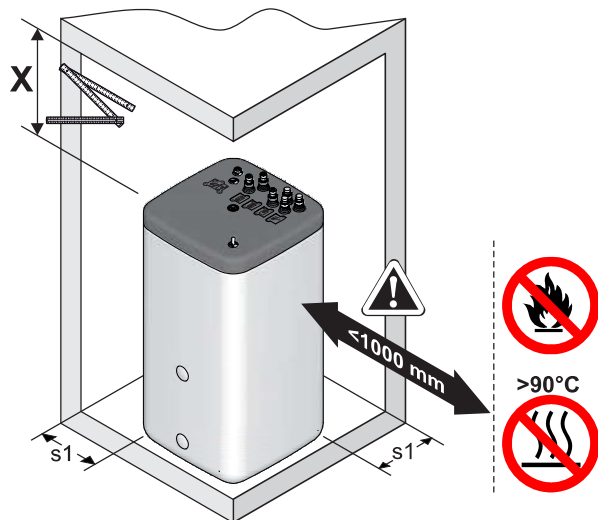

Fig. 3-2 Installation du ballon d'eau chaude (représenté à l'exemple de l'EKHWP)
- Installer le ballon d'eau chaude sur l'emplacement d'installation. **Distance recommandée** au mur (≤ 1) : ≥ 200 mm (fig. 3-2).